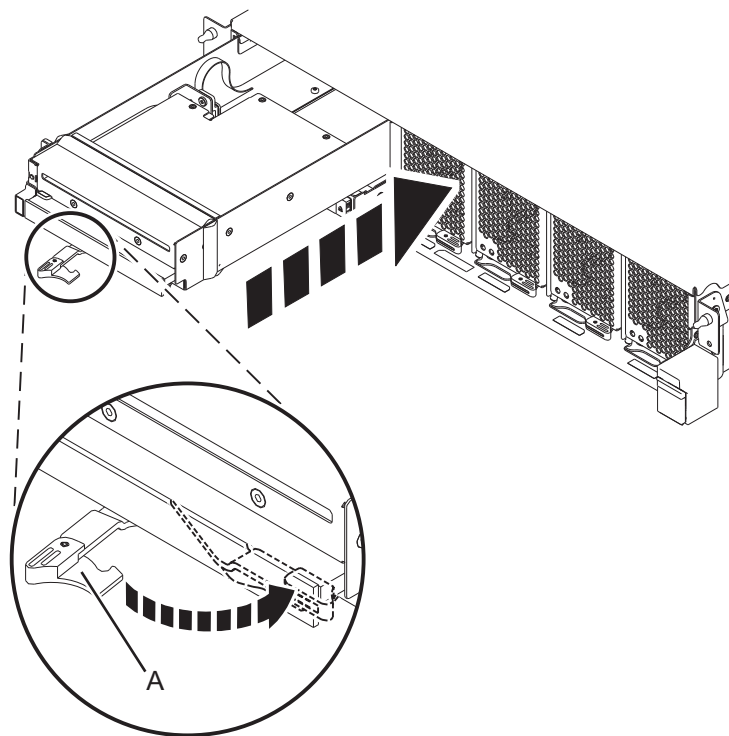

Figura 1. Instal·lació d'un dispositiu de suport d'emmagatzematge extraplà en una unitat de control del sistema 9080-MHE, 9080-MME, 9119-MHE o 9119-MME
- a. Assegureu-vos que la nansa del dispositiu de suport d'emmagatzematge extraplà (A) hagi girat perquè estigui oberta tal com es mostra a la Figura 1 a la pàgina 3.
- c. Feu lliscar el dispositiu dins del sistema i gireu la nansa (A) en la direcció que es mostra fins que el pestell quedi bloquejat al seu lloc.